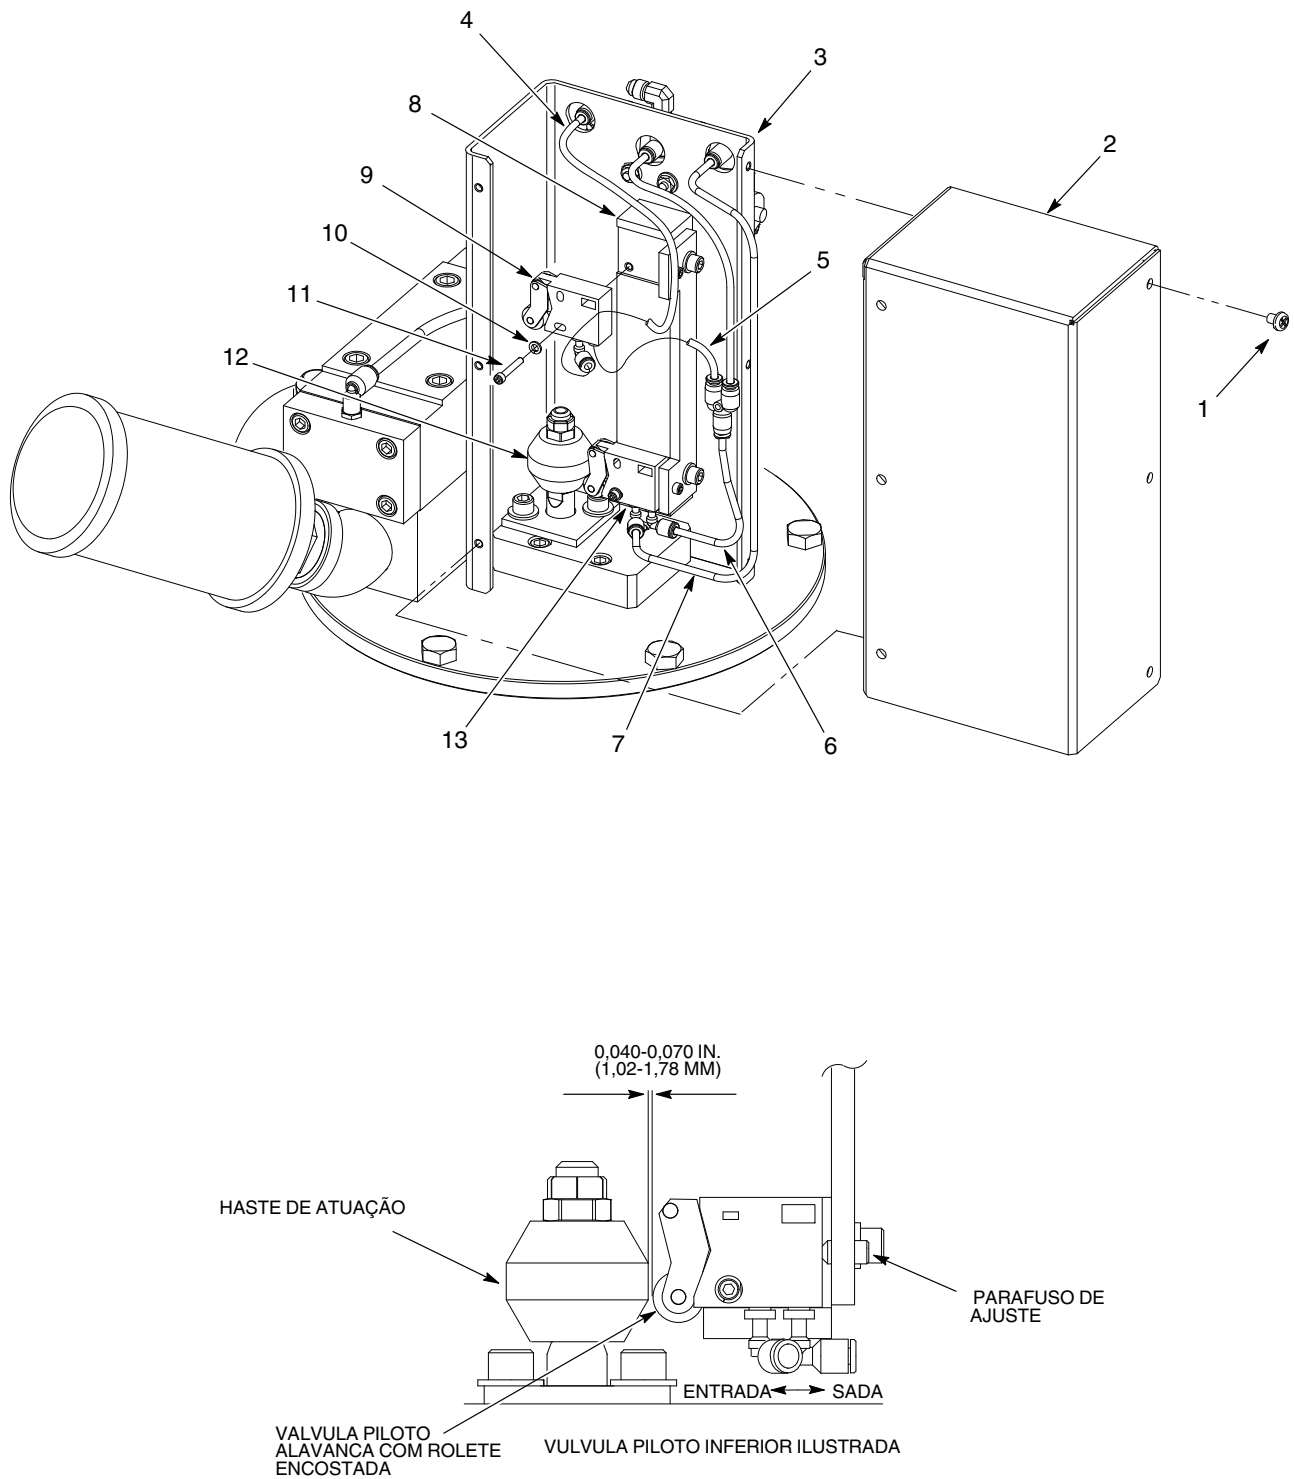

Figura 10 Substituição de uma válvula piloto
1. Consulte a figura 10. Retire os parafusos (1) que fixam a tampa (2) ao conjunto da haste de atuação (3).
3. Retire o parafuso (11) e a anilha (10) que fixam a válvula piloto (9 ou 13) à base de apoio (8).
4. Monte a válvula piloto (9 ou 13) na base de apoio (8) usando a anilha (10) e o parafuso (11). Enrosque o parafuso na base de apoio. Não aperte o parafuso ainda.